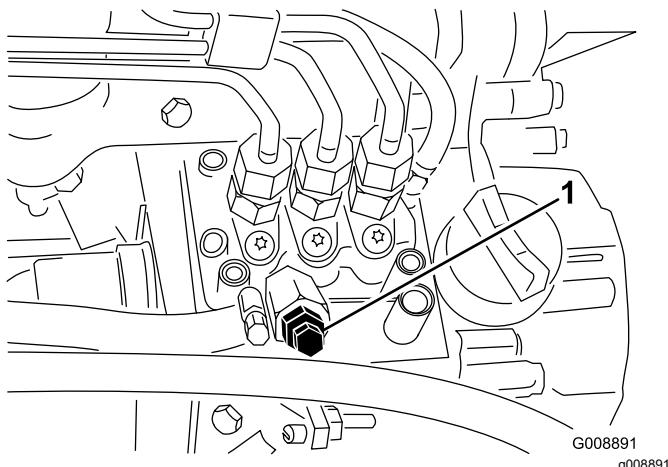

Bild 46
4. Öffnen Sie die Entlüftungsschraube an der Kraftstoffeinspritzpumpe (Bild 46).